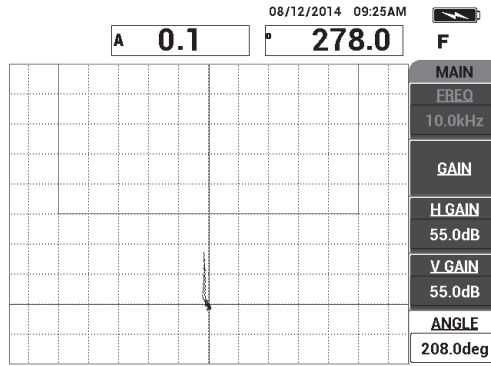

Figura 6-25 Ângulo do sinal ajustado para cima
4. Pressione **ANGLE [ÂNGULO]** (tecla E) e, em seguida, ajuste o ângulo do sinal de modo que os pontos acima do sinal fiquem na direção da caixa de alarme (veja Figura 6-25 na página 148).